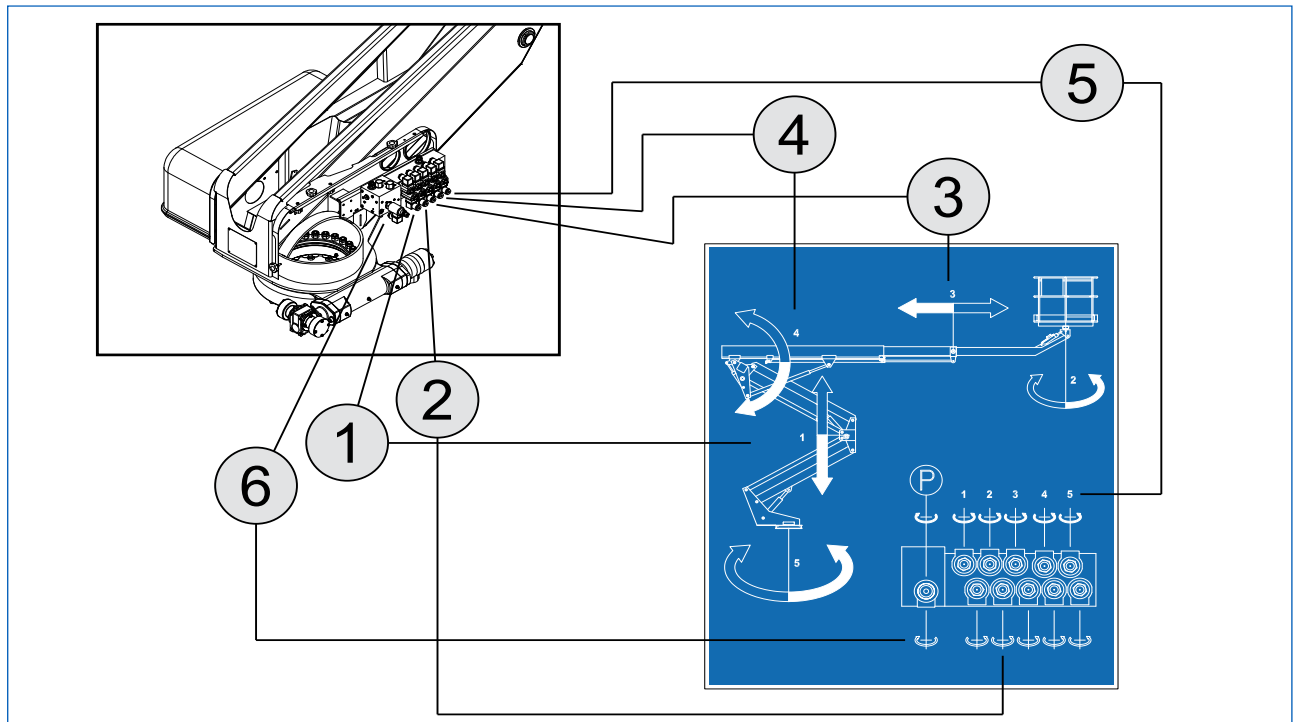

Fig. 4.6
- deux à l'intérieur du tableau de commandes sur la nacelle de travail (Fig. 4.6).